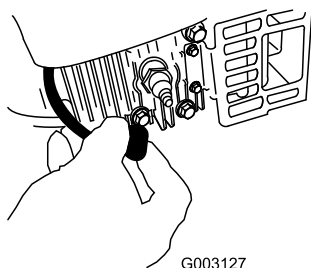

Figure 44
2. Débranchez la bougie (Figure 44) avant de procéder à un quelconque entretien.